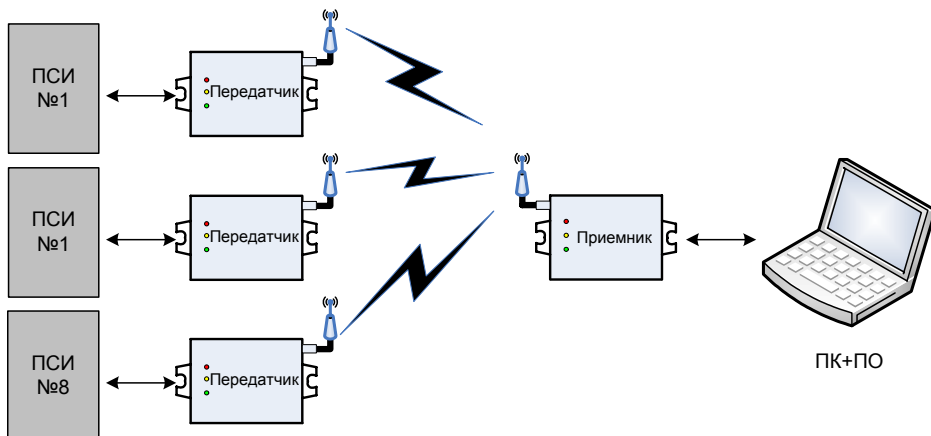

рис. 3
3.3.3. Соединение «точка – много точек». При таком построении сети один «Приемник» работает с несколькими «Передатчиками», расположенными на удаленных объектах. Настройка радиомодулей в таком режиме называется «**Адресный Канал**». «Адресный Канал» - обеспечивает передачу данных по определенному частотному каналу, с помощью многопозиционного переключателя. В этом режиме канал не привязан к особенностям ПСИ, поэтому каналом могут пользоваться любые устройства (см. рис.3). При использовании данного режима все устройства связи должны настраиваться на один и тот же адресный канал.